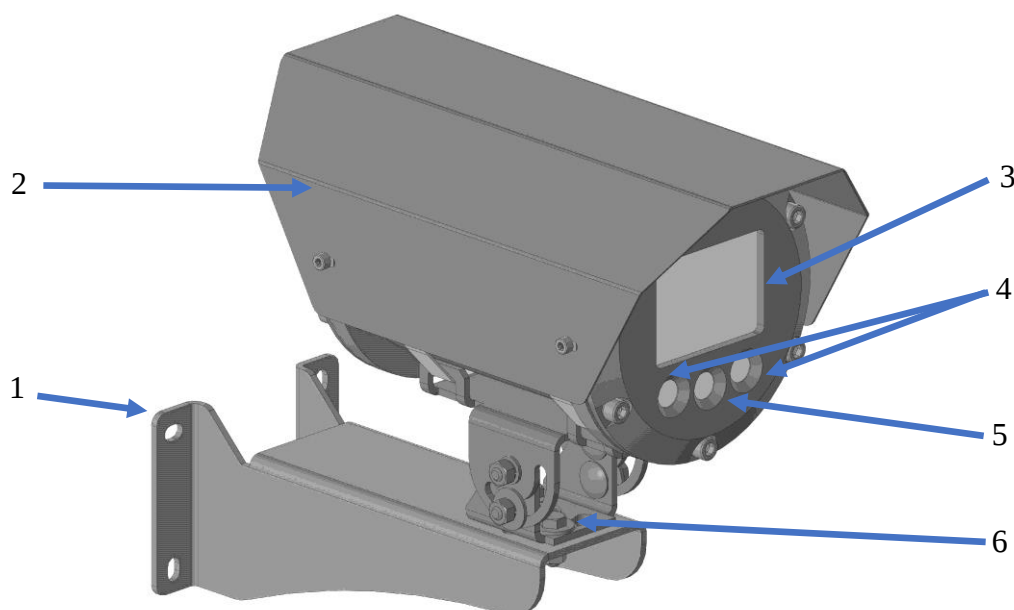

Рисунок 1 – Внешний вид видеокамеры АйТек ПРО Н10-Exd
- Открутить винт крепежно-юстировочного устройства и отсоединить от видеокамеры, рис. 1;
- Установить видеокамеру на крепежно-юстировочное устройство, включить монитор, нацелить камеру на контролируемую зону и зафиксировать винтом, рис. 1.